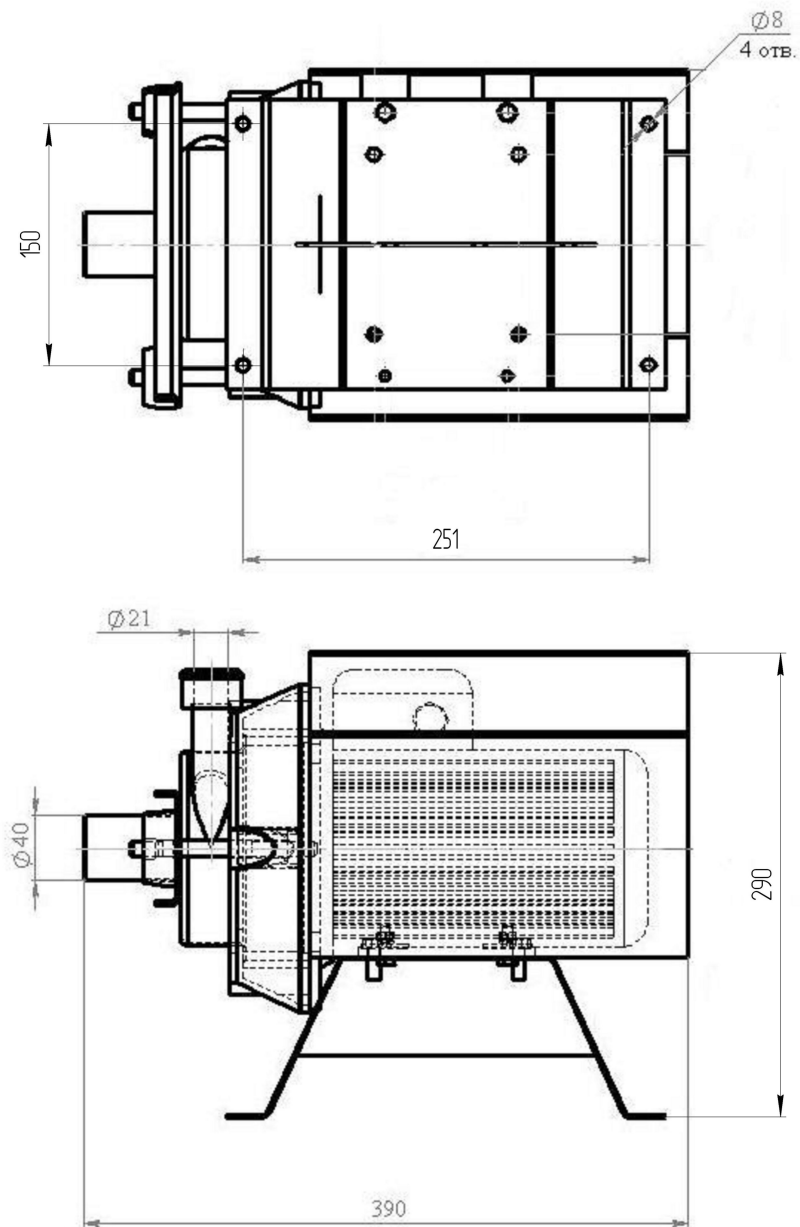

Рис. 8 - Основные и присоединительные размеры
5.7 Основные и присоединительные размеры насоса показаны на рис.8.